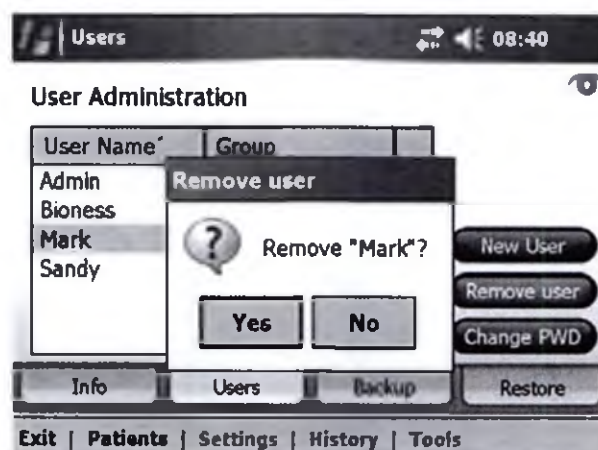

Рис. 8-42 Окно подтверждения удаления пользователя
3. Появится сообщение о подтверждении удаления. См. рисунок 8-42. Нажмите Yes.